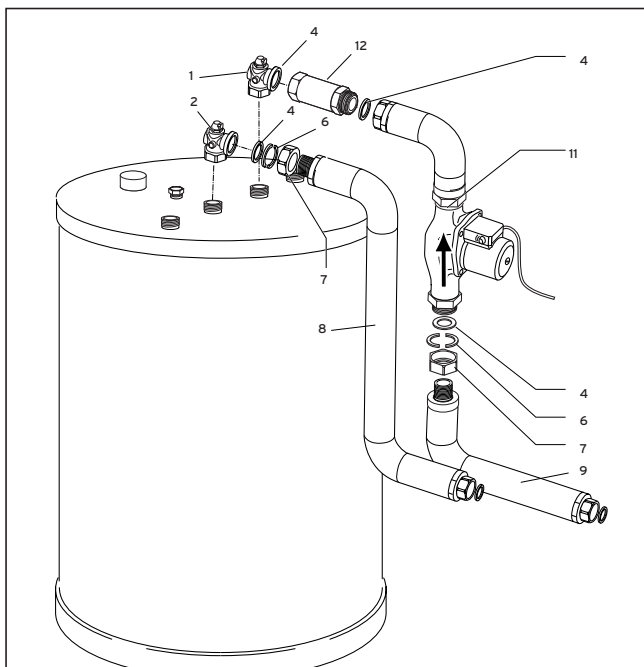

Fig. 5: Montage am Speicher VIH CR 150-200, VIH CQ 150
Montage der Wellrohre am Speicher (Fig. 5 und 6)
- VIH R 150-200 (siehe Fig. 5)
- VIH CQ 150 (siehe Fig. 5)
- Montieren Sie alle anderen Verschraubungen flachdichtend gemäß Fig. 5 oder 6.
Legende zu Fig. 5 und 6: